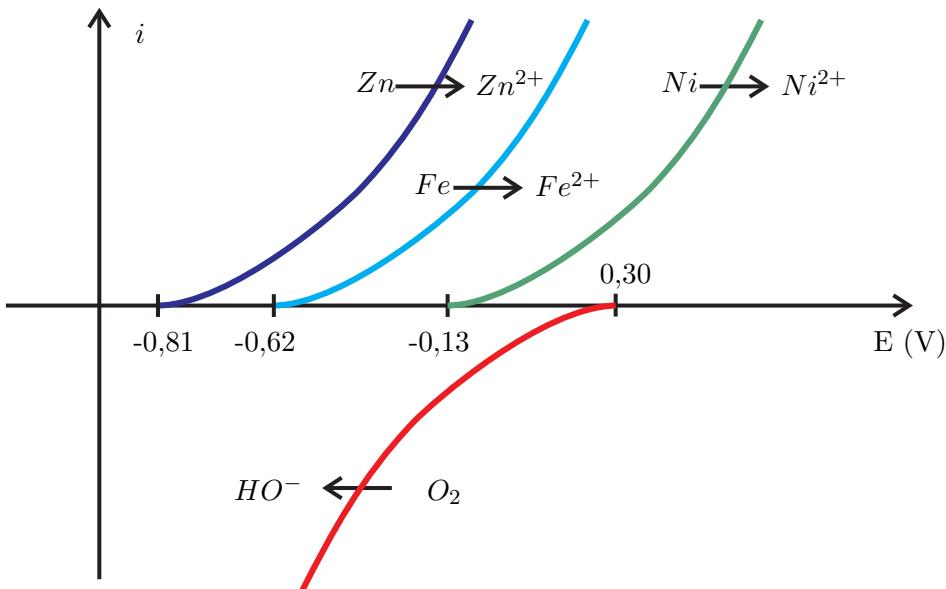

Figure 15 – Courbes intensité potentiel de différents métaux
**37.** En analysant les figures 15 et 16, expliquer ce qu'il se passe en présence d'une rayure sur une bouteille de plongée recouverte de nickel ou de zinc. Choisir le métal permettant d'assurer la protection de la bouteille de plongée.